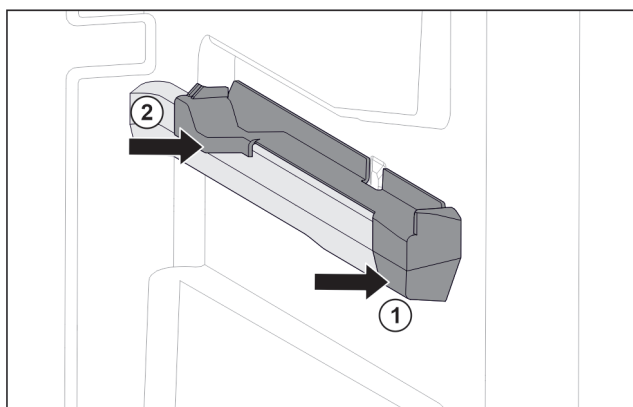

Fig. 115 Piesă de fixare pe nervura din dreapta a recipientului
- Așezați piesa de fixare în față pe nervura recipientului. Fig. 115 (1)
- Apăsați piesa de fixare spre spate. Fig. 115 (2)